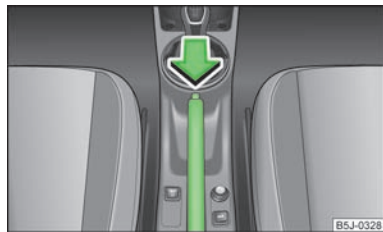

Fig. 80
- » Puxe a alavanca do travão de mão um pouco para cima e pressione **simultaneamente** o botão de bloqueio » Fig. 80.